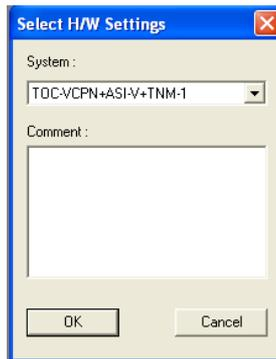

Figura 6.4 – Janela de seleção do equipamento de TOC.
9. Ao clicar neste botão, uma nova janela será aberta, Figura 6.4. Clicar em “*system*” e selecionar o sistema a ser utilizado. Como no LAQUATEC só existe um sistema de TOC, somente um nome aparecerá, o qual deverá ser selecionado. Clicar em “*ok*”.